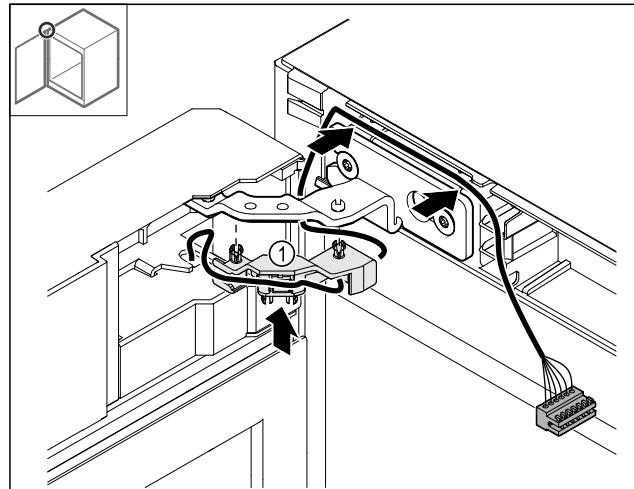

Fig. 48
- Πιέστε το στήριγμα καλωδίων Fig. 48 (1) στον μεντεσέ.